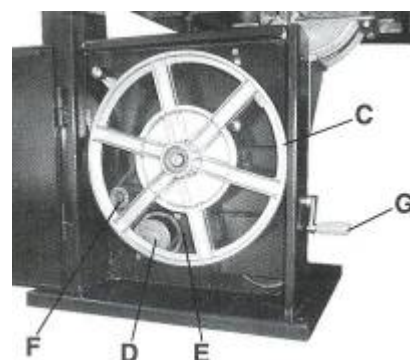

Рисунок 9.
Натяжение ремней на шкивах привода пилы осуществляется с помощью рукоятки (G рис. 9.) расположенной на нижнем кожухе ведущего колеса ленточной пилы с лицевой стороны станка. Для натяжения ремней рукоятку надо вращать против часовой стрелки, для ослабления ремней по часовой стрелке, перемещая натяжной шкив (F рис. 9.) приводного ремня.
- Вращая ручку (Г рис. 9.) натяжения ремня по часовой стрелке, ослабьте натяжение приводного ремня.